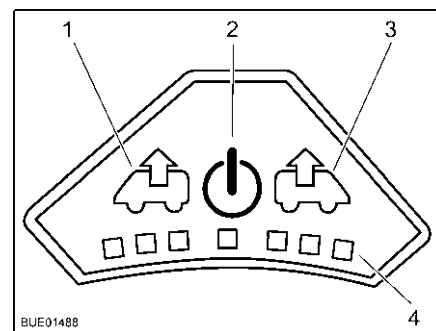

Fig. 110 Quadro comandi del ventilatore
- Premere il tasto On/Off (Fig. 110,2). Il ventilatore funziona in modalità comfort (sfiato al numero di giri minimi del ventilatore).
- Per aumentare il numero di giri del ventilatore: Premere il tasto Sfiato (Fig. 110,1). Il numero di giri del ventilatore aumenta di uno stadio in direzione sfiato. I LED (Fig. 110,4) indicano gli stadi di commutazione.
- Per ridurre il numero di giri del ventilatore: Premere il tasto Aerazione (Fig. 110,3). Il numero di giri del ventilatore si riduce di uno stadio.
- Per aumentare il numero di giri del ventilatore: Premere il tasto Aerazione (Fig. 110,3). Il numero di giri del ventilatore aumenta di uno stadio in direzione aerazione. I LED (Fig. 110,4) indicano gli stadi di commutazione.
- Per ridurre il numero di giri del ventilatore: Premere il tasto Sfiato (Fig. 110,1). Il numero di giri del ventilatore si riduce di uno stadio.
- Premere il tasto On/Off (Fig. 110,2). Il ventilatore si ferma, i LED si spengono.